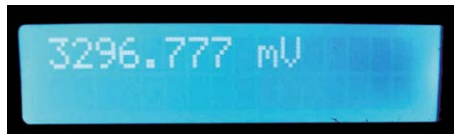

Figure 7.6 Exemple d'affichage de la tension
- Raccorder l'entrée CH0 de l'ADC à une tension externe comprise entre 0V et +3,3V. La valeur de la tension sera affichée sur l'écran LCD en millivolts comme indiqué dans l'exemple de la figure 7.6.